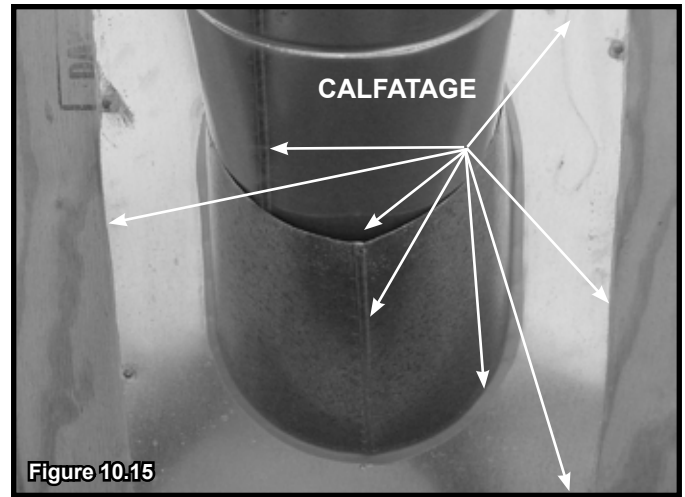

Figure 10.15
- Glisser le noquet de toit au-dessus des sections du tuyau qui s'étendent sur toute la longueur du tuyau, tel qu'illustré à la Figure 10.15.
- Calfeutrer le périmètre du noquet là où il entre en contact avec la surface du toit. Voir la Figure 10.15.